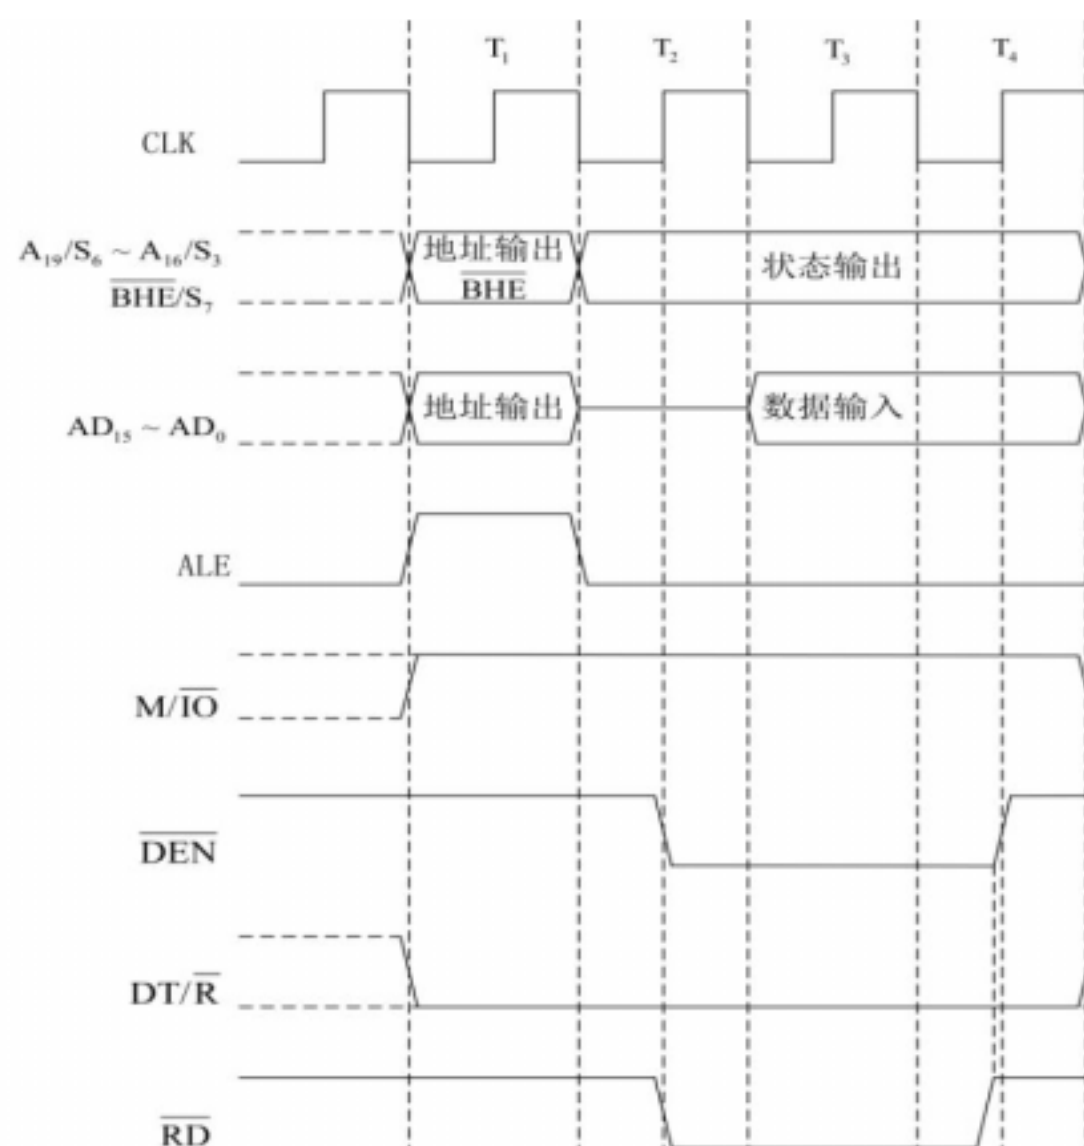

图 5.5 执行 MOV DATA+1, AL 指令的时序参考图
(2) DATA+1 虽然为奇地址，但是 AL 为八位存储器，故本条指令需用一个总线周期，时序图如图 5.5 所示。